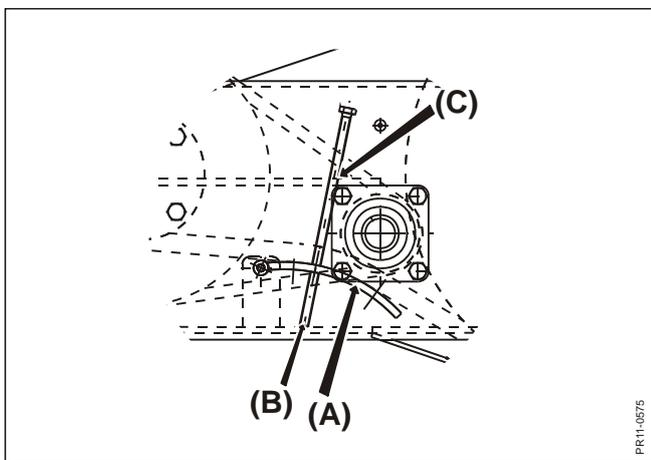

Fig. 9.5
Fig. 9.5 **Tension de la chaîne 1¹/₄"** : Relever le tendeur de chaîne (A) au fond du carter de chaîne en réglant le boulon (B). **N'oublier pas** de monter la goupille (C) après le réglage pour éviter que le boulon tourne.